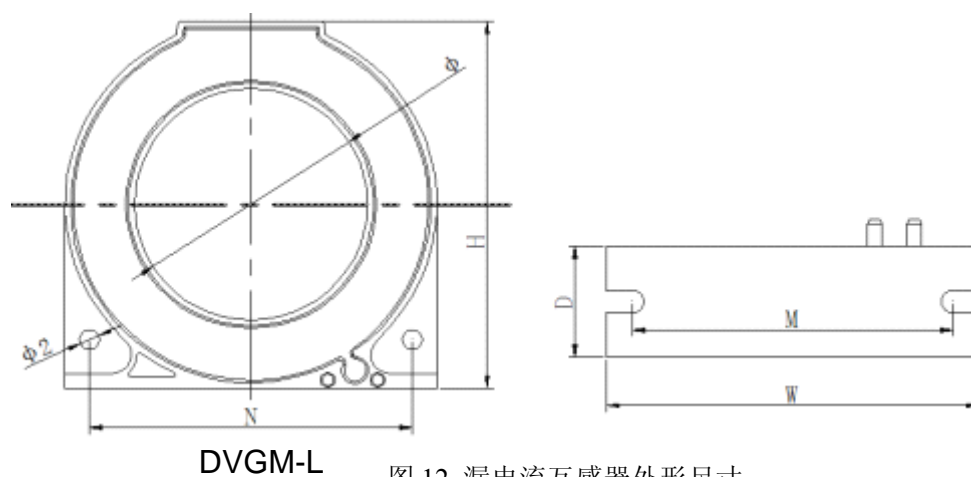

图 12 漏电流互感器外形尺寸
5.3.4 漏电流互感器外形尺寸如图 12、表 7 所示（单位：mm）：